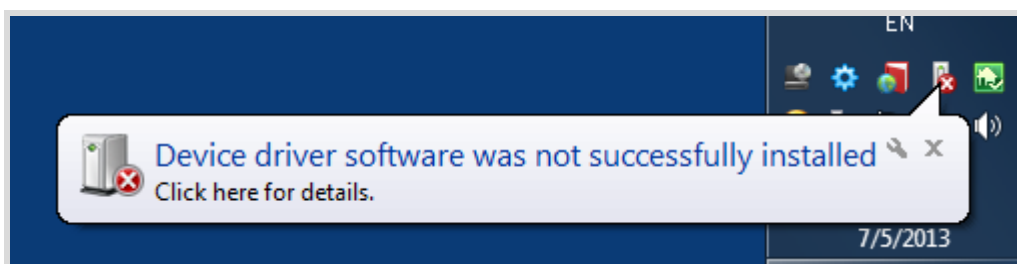

Figura 3. Falló la instalación del driver de Windows 7.
- Descargue el programa del Programador-MC9S12(X) desde la página web de ETL.
- Espere hasta que Windows 7 falle para instalar el driver (Figura 3), luego siga los pasos indicados en parte inferior.
- Abra el "Administrador de Dispositivos" y localice los dispositivos del "Programador HyperF ETL" (Figura 3).
- Abra el "Administrador del Dispositivos" y localice los dispositivos del "Hyper Programador ETL" (Figura 3).